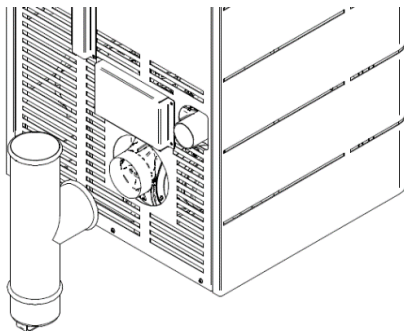
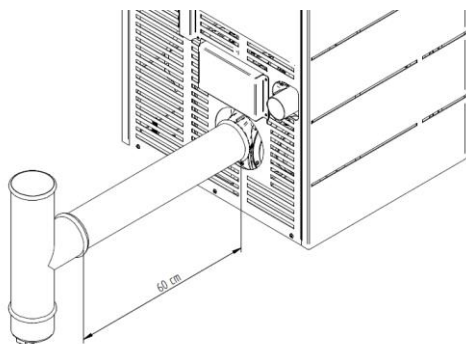

Figura 11 – Conexão do T de inspeção
Figura 12 – Instalação de um T de inspeção com uma parte alongada
- Deve ser colocado o T de inspeção como mostrado na Figura 11, se for necessário mover a chaminé para longe do equipamento, só é possível colocar um tubo horizontalmente até um máximo de 60 cm sem reduções ou perturbações, tal como está representado na Figura 12.